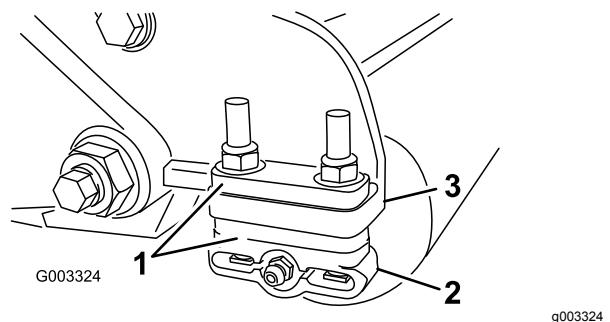

图 11
- 根据剪草高度表将所需数量的隔片放在侧板安装法兰 **图 11** 下将后滚筒支架 **图 11** 调节到所需的剪草高度范围。